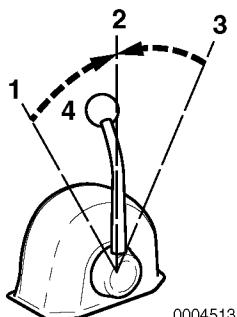

Figura 2
Utilize a alavanca do acelerador (**Figura 2, (4)**) para controlar a aceleração e a desaceleração. Mova a alavanca devagar.
2. Quando mover a alavanca entre MARCHA-À-FRENTE (**Figura 2, (1 ou 3)**) e MARCHA-À-RÉ (**Figura 2, (3 ou 1)**), leve a alavanca para NEUTRO (**Figura 2, (2)**) e pause antes de mudar lentamente para a posição desejada. NUNCA passe abruptamente de MARCHA-À-FRENTE para MARCHA-À-RÉ ou vice-versa.